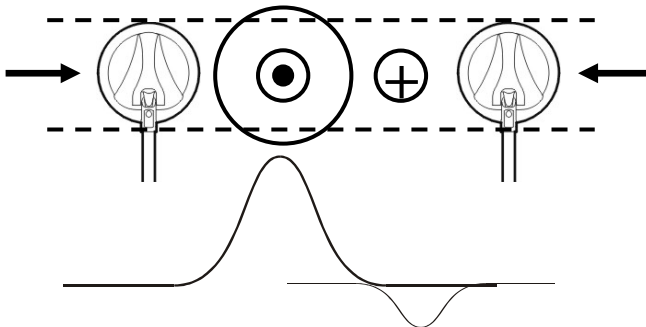

Figura 28: Blancos Múltiples
- La tonalidad o agudeza del Tono de Fondo subirá o bajará dependiendo de la combinación de metales o de la composición del metal de la mina. Esto significa que, en algunas circunstancias, los operadores con mucha experiencia puedan identificar una mina respecto contra otra. (Figura 28)